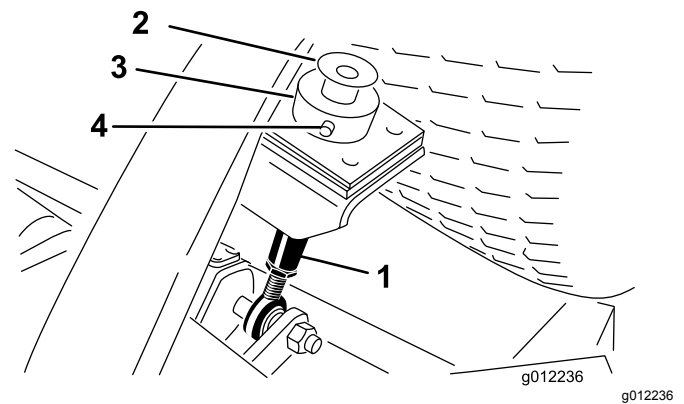

Figure 23
3. Retirez la goupille fendue et l'axe de chape qui fixent la bague de hauteur de coupe à la tige de réglage de hauteur de coupe à l'arrière de l'unité de coupe (Figure 23). Retirez la bague de hauteur de coupe.
2. Retirez le boulon et la rondelle en haut de chaque tige de réglage de hauteur de coupe (Figure 23).